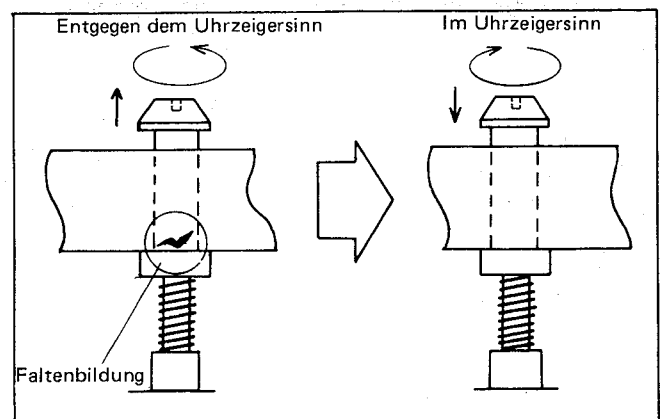

Abbildung 27.
6. Nach der Grobeinstellung des Bandlaufs, die Höhe der Halteführung wie folgt einstellen, damit das Band entlang der Halteführung laufen kann. Siehe Abb. 27.